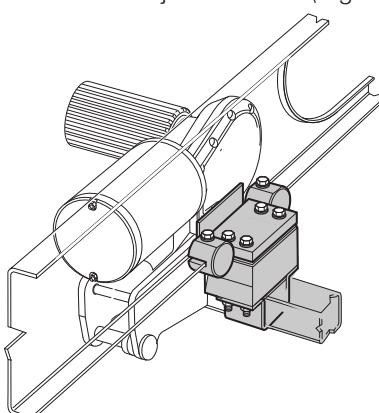

Fig. 25
- Para el chasis con perfil en L y para la falta de espacio, como subestructuras o bordes que interfieren, se utiliza el sistema de fijación corto (Fig. 25).